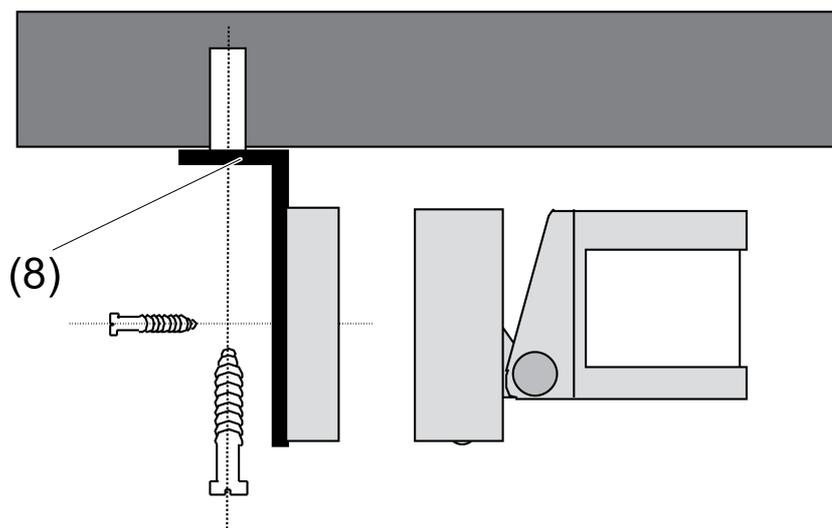

Figure 11
- Fixer l'équerre de montage (8) au plafond avec 2 vis (figure 11).